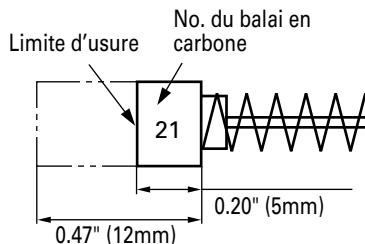

Fig. 19
4. Inspection des balais en carbone (Fig. 19)
Utiliser le balai en carbone metabo HPT No. 21 indiqué sur la Fig. 19.